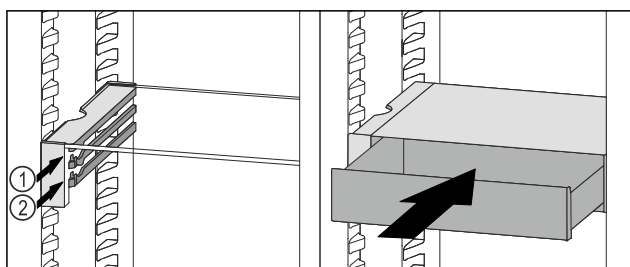

Fig. 94
- ▶ Placera VarioSafe-lådan bakom stopplackarna på önskad list Fig. 94 (1) eller Fig. 94 (2).